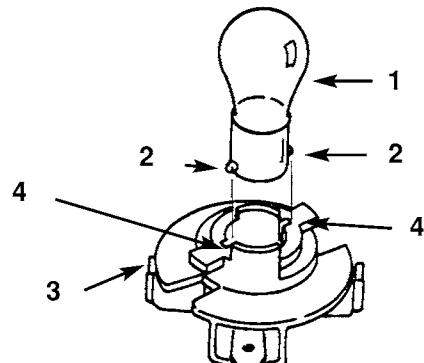

Bild 19
drehen, bis sie den Anschlag erreicht (ca. $1/4$ Umdrehung), dann die Birne aus der Fassung entfernen (Bild 19).
1. An beiden Seiten ihrer Unterseite hat die Birne Metallstifte. Diese mit den Auskerbungen in der Birnenfassung abstimmen und die Birne in die Fassung eindrücken (Bild 19). Die Birne unter Druck im Uhrzeigersinn bis zum Anschlag drehen.